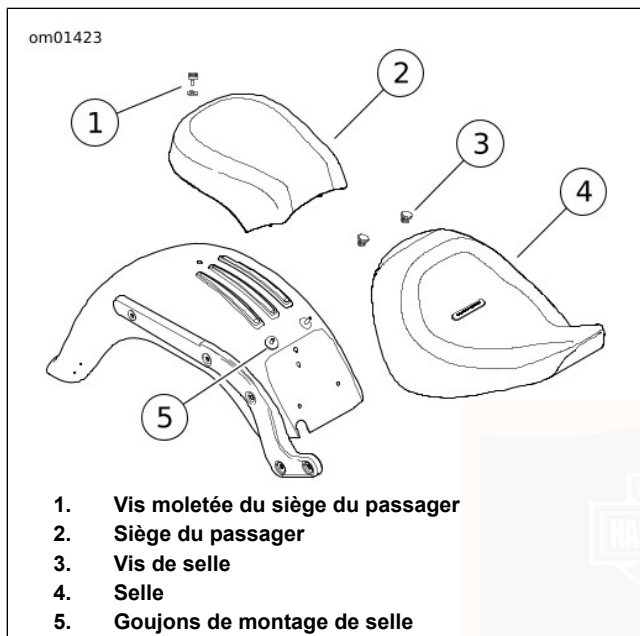

Figure 53. Selle et siège arrière
1. Voir Figure 53. Retirer la vis moletée et la rondelle du haut du garde-boue arrière.
1. Voir Figure 53. Retirer le siège du passager.